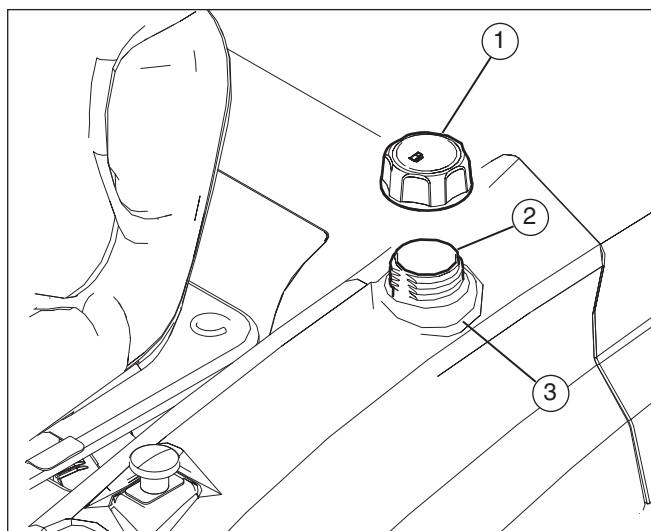

Figura 20
1. Retire la tapa de llenado (1) (consulte la **Figura 20**).
2. Llene el depósito de combustible (2) hasta la posición LLENO (3) con combustible regular sin plomo.